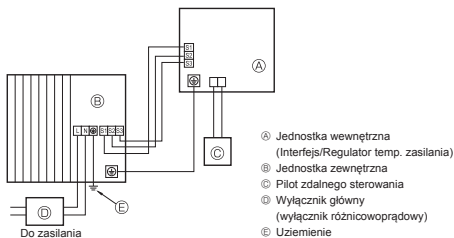

Fig. 7-1
7.1. Jednostka zewnętrzna (Fig. 7-1 i 7-2)
- 2 Podłączyć przewody zgodnie z Fig. 7-1 i 7-2.